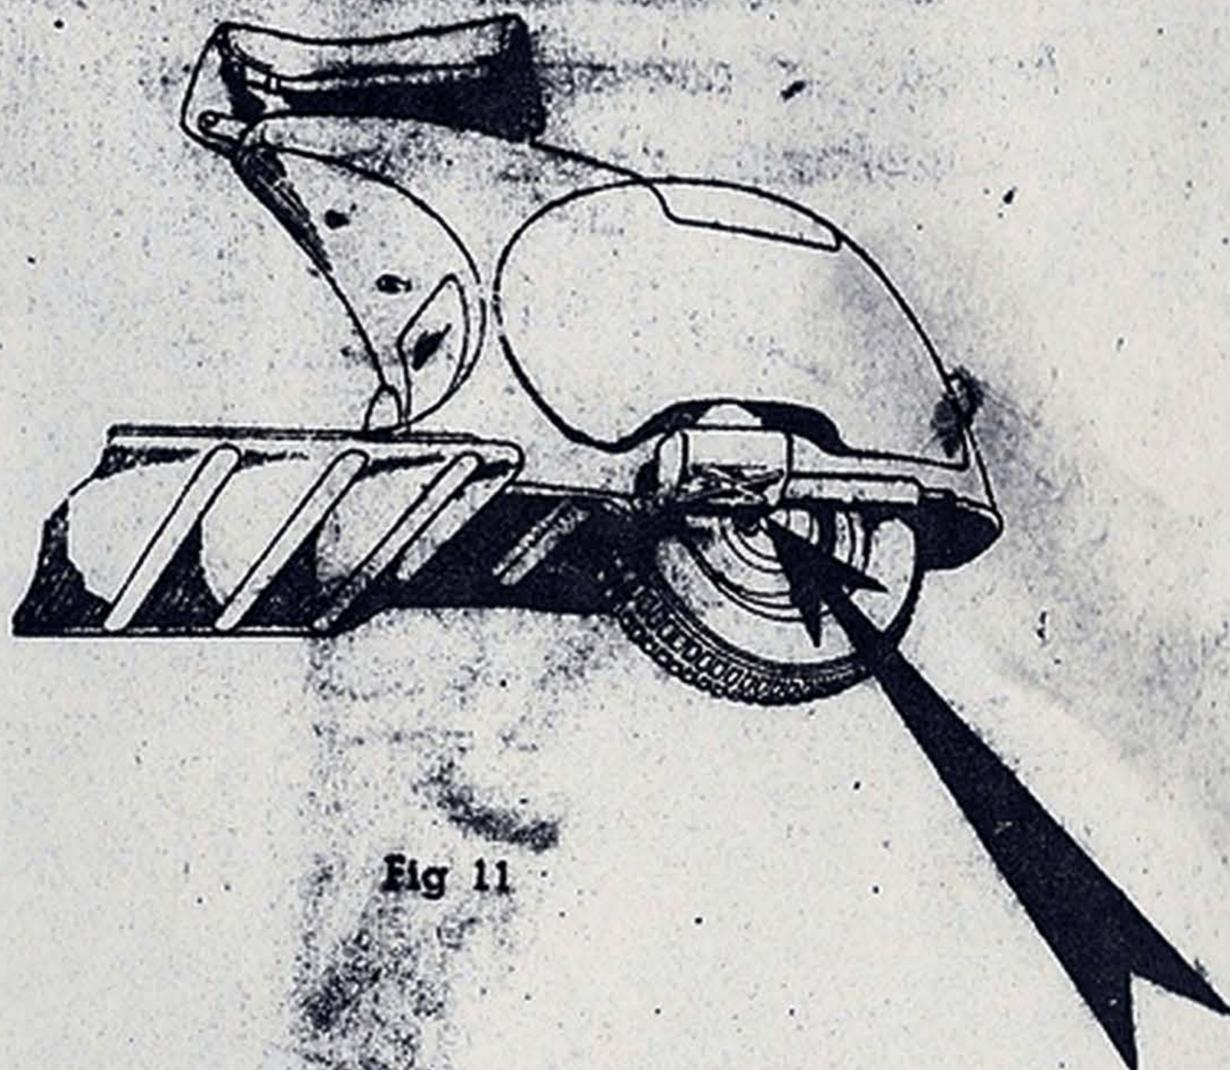

Fig 11
2°) Pulire la feritoia sul terminale del silenziatore di scarico in quanto le proiezioni di olio non carburato, mescolandosi alla polvere, abbiano determinato un parziale otturazione della feritoia (vedi fig. 11).
**Ogni 4000 km. :** 1°) Pulire il silenziatore di scarico (vedi fig. 11) introducendo nell'interno acqua e soda caustica (25 %) poi sciacquare bene con acqua corrente.